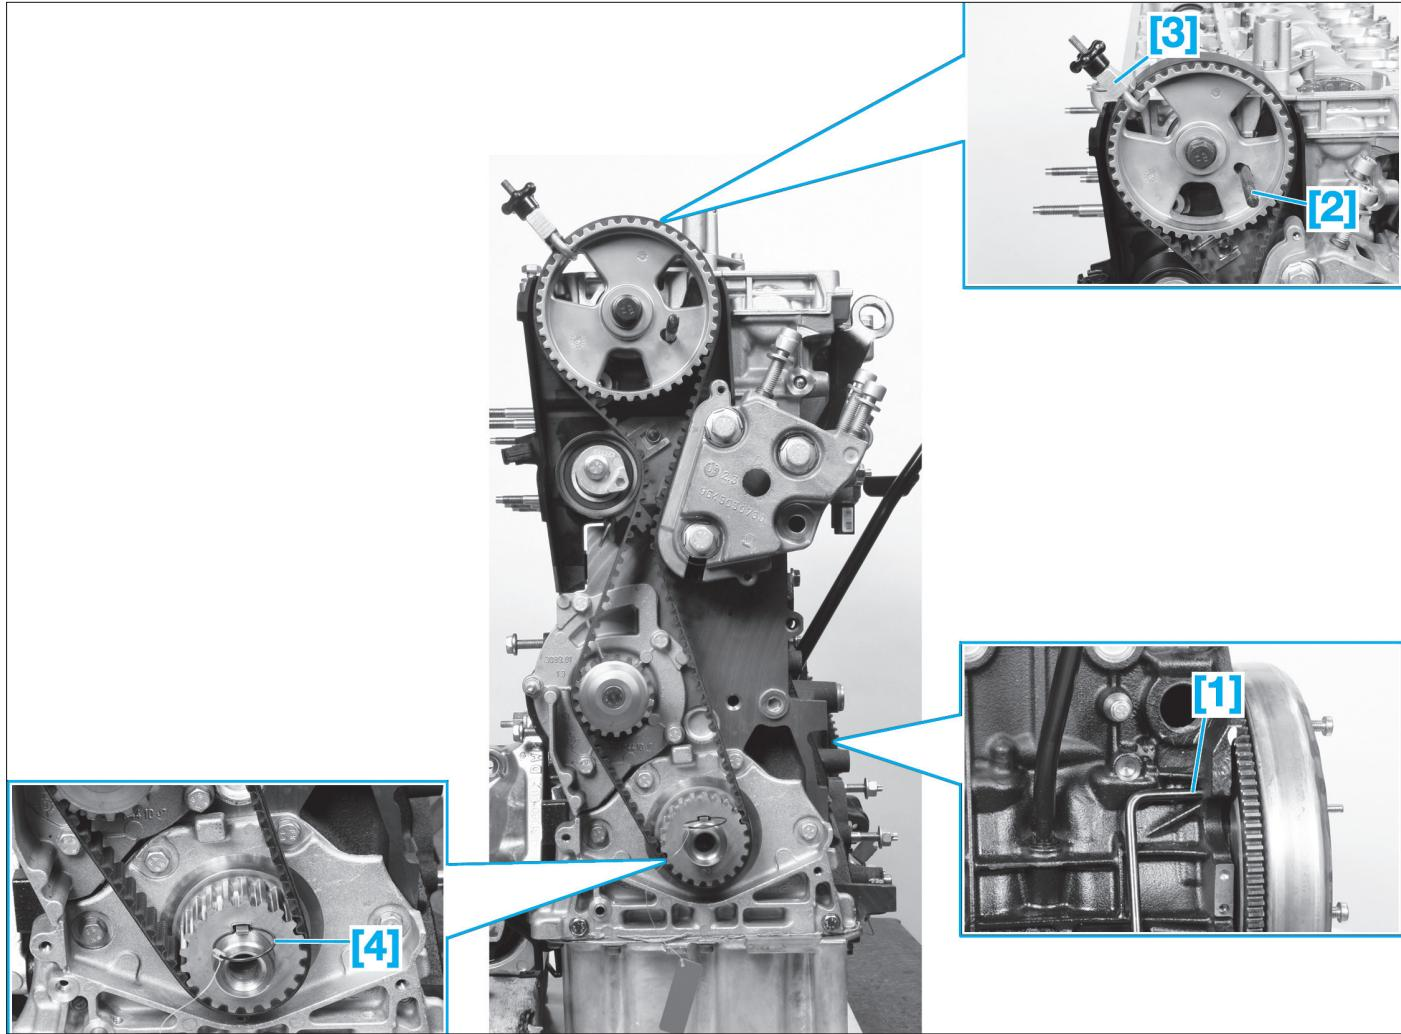

Fig. 12
- Mettre en place la pige de volant moteur [1] (Fig.12).
- le moteur est au point de calage (Fig.12).